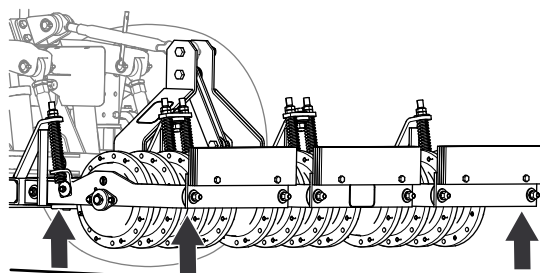

Рисунок 19
7. Отрегулируйте тяги 3-точечного сцепного устройства так, чтобы выровнять аэратор по горизонтали в поперечном и продольном направлениях (**Рисунок 19**); см. руководство оператора для вашего тягового блока.